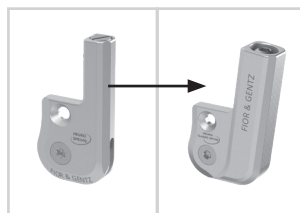

Fig. 24
- 3 Monter funksjonsheten til systemleddet NEURO CLASSIC-SWING i passende systembredde (fig. 24).